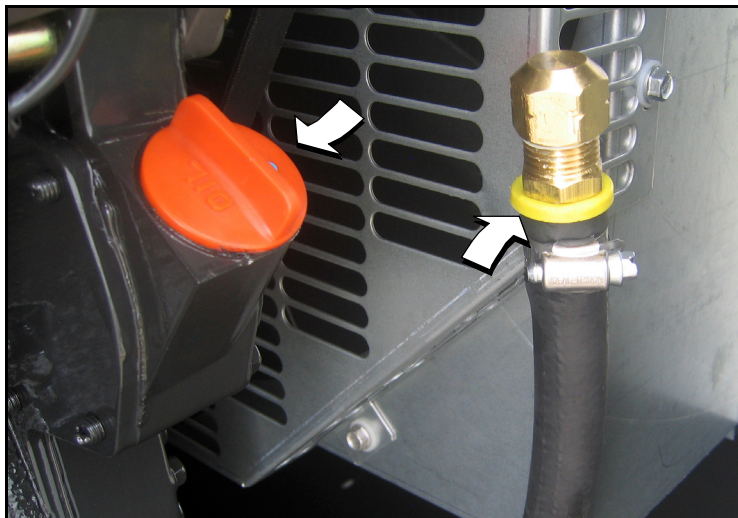

Figura 5-17. Tapa de llenado de aceite y manguera de vaciado
1. Retire la manguera de vaciado de aceite de la abrazadera de sujeción. Vea la Figura 5-17.